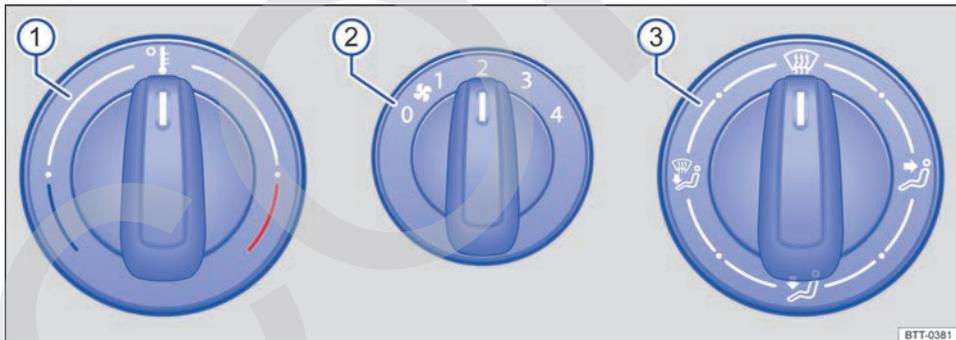
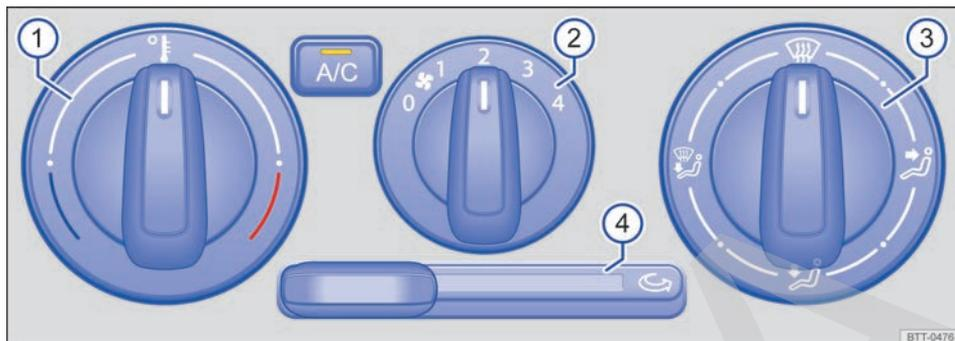

Fig. 78 En la consola central: comandos del sistema de ventilación y calefacción.
Fig. 79 En la consola central: mandos del aire acondicionado.
Tecla, regulador	Información complementaria del sistema de calefacción y ventilación → fig. 78 y aire acondicionado → fig. 79.
- En vehículos con sistema de calefacción, coloque el regulador de la temperatura → **fig. 78** **①** completamente hacia la derecha, a la posición máxima de calefacción.
- Coloque el regulador de la distribución del aire **③** en la posición **☞**.
- Coloque la turbina **②** en el nivel 3 o 4.
- Coloque el regulador de la distribución del aire → **fig. 79** **③** en la posición **☞**.
- Coloque el regulador de la temperatura **①** en la posición deseada.
Encender: empujar el regulador corredizo → fig. 79 hacia la derecha hasta el tope.
Apagar: empujar el regulador corredizo → fig. 79 hacia la izquierda hasta el tope. ▶